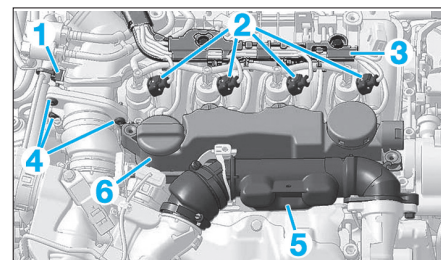

Fig. 48
- Dégraffer et écarter le faisceau (1) (Fig.48).
- Déconnecter les connecteurs (2) des injecteurs.
- Déposer et écarter la barrette porte-faisceau (3).
- les vis (4),
- le boîtier d'absorption (5),
- le déshuileur (6).